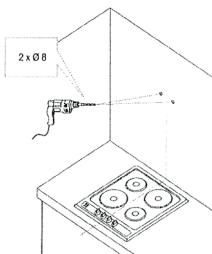
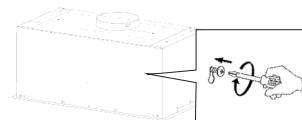

Рис. 5
Рис. 6
- Сделайте отверстия в помеченных местах с помощью сверла, соответствующего диаметру прилагаемым дюбелям с шурупами (рис. 5)
После монтажа винтов в стену (рис. 5), затяните корпус вытяжки (рис. 6).